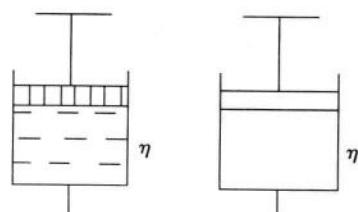

图 1-8 牛顿流体的模拟元件
(1) 模拟元件是一个活塞，或称黏壶，或称阻尼器，代号是【N】，如图 1-8 所示。元件拉、压效果相同。
(2) 关于模拟元件应力应变过程的原理。牛顿流体的模拟元件似一个充满黏性液体的活塞。施力，活塞有移动的趋势，但受液体黏性的阻力影响，所以
①加负荷  $\sigma = \sigma$ ，当  $t = 0$  时，由于活塞中流体的黏滞性的阻碍，此时  $\epsilon = 0$ ，即变形(流动)从零点开始。
②若保持负荷不变，随着时间  $t$  的变化，活塞开始移